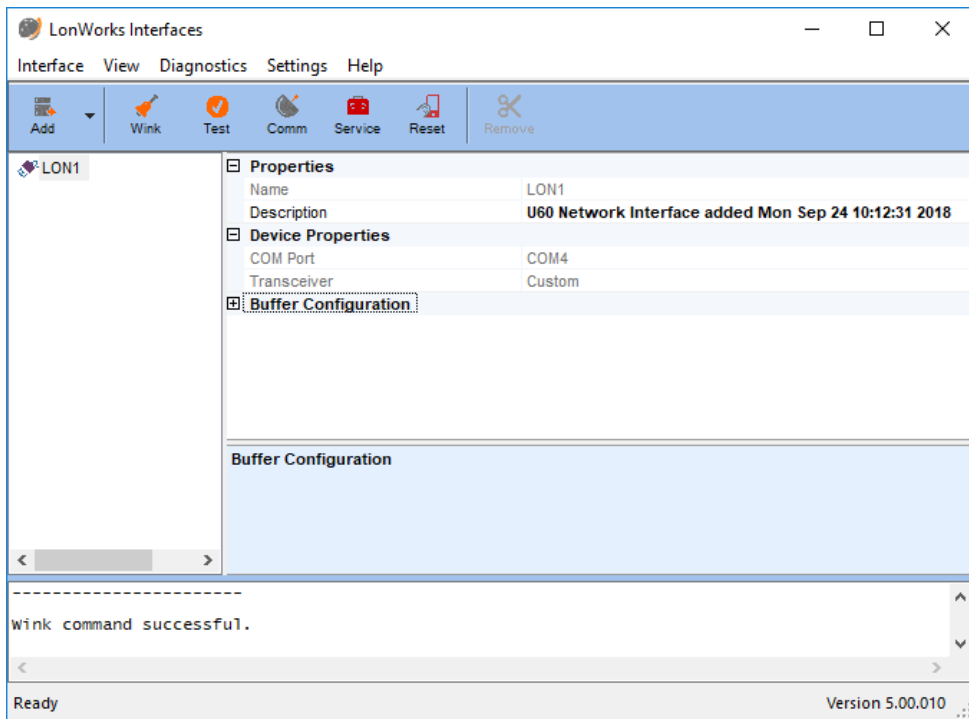

Рисунок 1. Графический интерфейс программы Echelon OpenLDV 5.0 LonWorks Interfaces
5.4 При установке драйвера автоматически установится программа Echelon OpenLDV 5.0 LonWorks Interfaces (см. рисунок 1). Программа по умолчанию устанавливается по адресу: